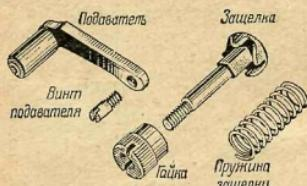

Рис. 26. Подаватель и защелка
**Подаватель** (рис. 26) состоит из рычага и толкателя. На рычаге имеется отверстие для соединения подавателя с ушками барабана при помощи винта.
**Зашёлка** (см. рис. 26) с четырьмя зубцами служит стопором барабана; она поджимается к нему пружиной и завинчивается гайкой.